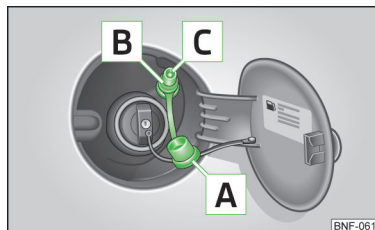

Fig. 94
- Scoateți capacul **A** » fig. 94 de pe ștuțul de alimentare cu gaz **B**.
- Verificați dacă inelul de etanșare **C** » fig. 94 a rămas blocat în ștuțul de alimentare cu gaz.